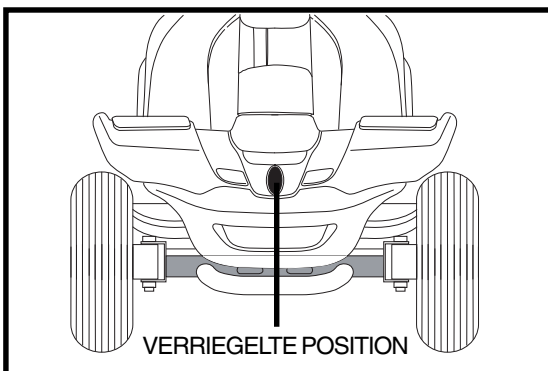

Abb. 20. Lenkersicherungshebel (Verriegelt)
2. Stellen Sie den Hebel durch Drücken und gleichzeitiges Drehen des Verriegelungsknopfes 90° im Uhrzeigersinn in die senkrechte Position. **Siehe Abb. 20.** Das Vorderrad muss nach vorne zeigen, um den Hebel zu verriegeln.